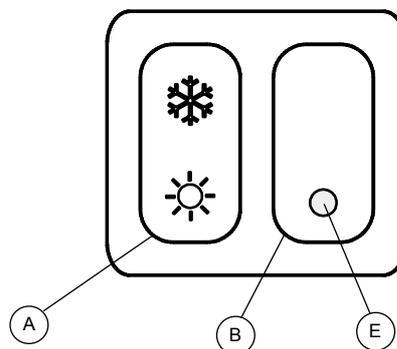

Рисунок 1 – НАПОЛЬНЫЙ ПУЛЬТ
4. Перевести переключатель А "лето/зима" в положение зима ❄️ (Рисунок 1)
7. В противном случае, контрольный блок блокирует устройство и включает светодиод блокировки Е на кнопке В сброса (смотри Рисунок 1).